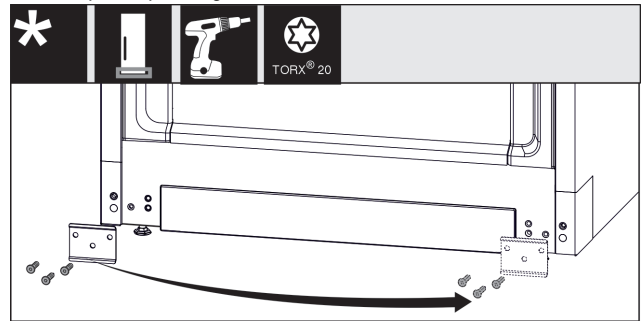

Fig. 15
- ▶ Odvrnite lim Fig. 15 (1), premjestite ga na drugu stranu i ponovno pričvrstite.